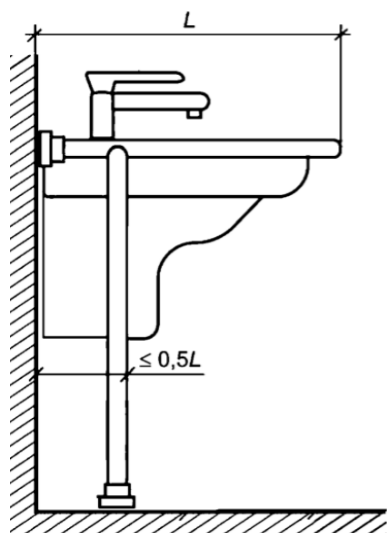

Рисунок 7.4.1. Поручни для раковины настенно-напольного крепления с нормативным положением опоры
- Если поручни для раковины имеют напольное крепление, их опоры не должны быть расположены близко к переднему краю. Допускается наличие опор у поручня, если они расположены от его переднего края более чем на половину длины всего поручня (рис. 7.4.1).